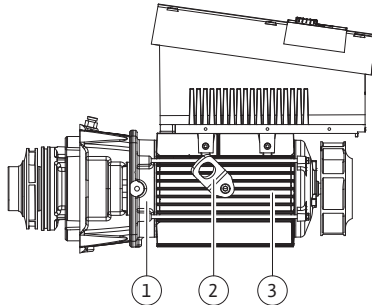

Fig. 13: Set di innesto
Per il montaggio la girante (fig. 6, pos. 6) e la lanterna (fig. 6, pos. 7) fanno parte del set di innesto (Fig. 13).
Gli occhioni di trasporto (fig. 13, pos. 2), vengono rimossi dalla flangia del motore (fig. 13, pos. 1), spostati sul corpo del motore e con le stesse viti fissati di nuovo al corpo del motore (fig. 13, pos. 3).